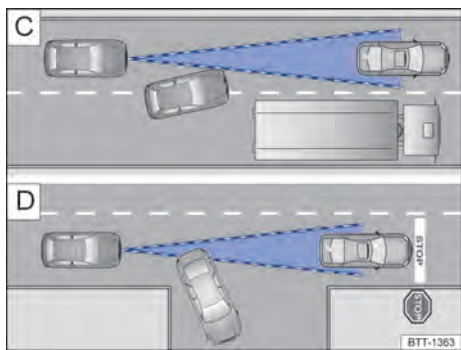

Fig. 97 [C] Mudança de faixa. [D] Veículo virando ou parado.
Por exemplo, se um veículo detectado pelo ACC virar ou mudar de faixa, e se houver um veículo parado à frente deste veículo, o ACC não reagirá ao veículo parado → Fig. 97 [D].
- Veículos que mudam para a faixa onde você se encontra com pouca distância do veículo → Fig. 97 [C].